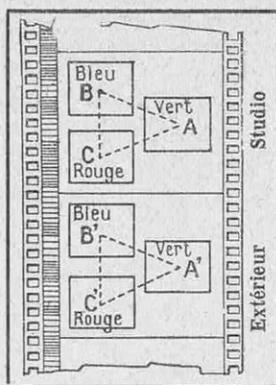

FIG. 11. — SCHEMA DE FILM OBTENU PAR LE PROCÉDÉ « FRANCITA »
(1) Nous reparlerons bientôt de ce procédé.
Signalons tout d'abord que, dans ce procédé, les trois images sont disposées comme l'indique la figure 11, la piste sonore étant réservée à côté de l'image correspondant à l'écran vert (1). Les trois images réunies occupent sur le film le même emplacement qu'une image cinématographique ordinaire. Elles sont obtenues avec un objectif spécial et doivent être projetées avec un objectif également particulier. Mais, en dehors de ces deux objectifs, on peut utiliser n'importe quel film (*panchromatique*), n'importe quel appareil de prise de vues, n'importe quel appareil de projection.
Tout cela est évidemment fort simple, en principe. Mais, outre la composition de l'objectif de prise de vues, une difficulté surgit : la superposition rigoureuse des images positives bleue, verte et rouge (1), de façon à donner une image virtuelle en couleurs correcte. Pour cela, il est indispensable que le triangle formé par la réunion de trois centres des images reste toujours identique à lui-même (fig. 11). Or, on sait qu'un film est pris toujours avec plusieurs appareils, que certaines parties sont « tournées » à l'extérieur, d'autres en studio. Il faut donc, d'une façon absolue, que les objectifs utilisés donnent exactement ce même triangle. Une simple erreur de 1/100^e de millimètre, grossie 600 fois à la projection, donnerait un décalage de 6 mm, into-
(1) Il va de soi que chaque fois que nous parlerons d'image verte, bleue ou rouge, il faudra entendre celle correspondant à l'écran vert, bleu ou rouge, les images étant toujours sur le film en noir et blanc.